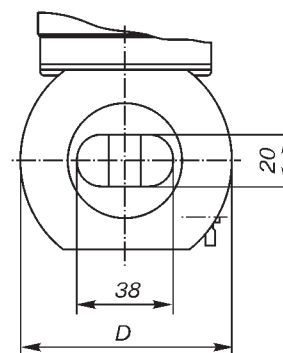

Рис. 14. Проточная часть датчиков Метран-335, Метран-336, Ду 32 (остальное см.рис.12).
* Здесь указан эквивалентный диаметр d, фактические геометрические размеры см.рис. 14 для Ду 32.